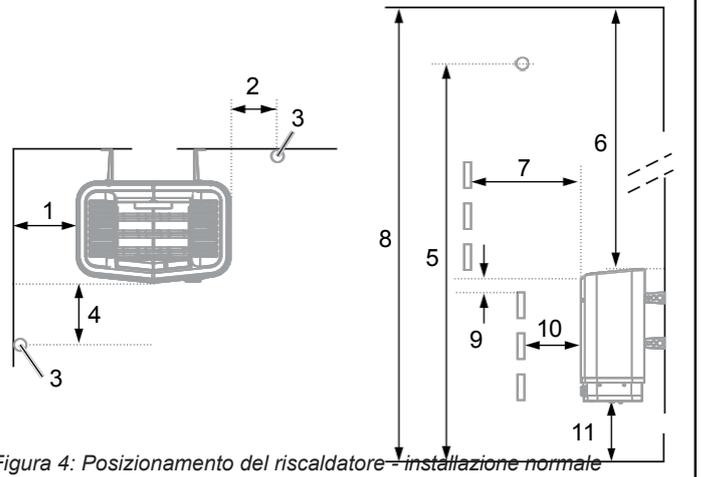
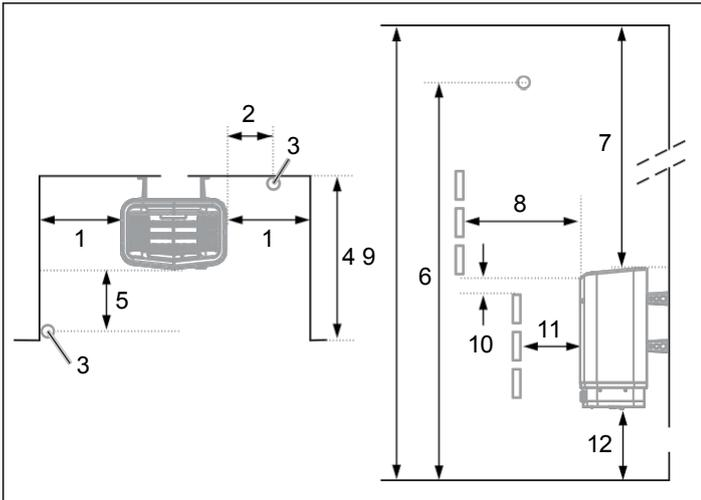

Figura 4: Posizionamento del riscaldatore - installazione normale
Figura 6: Posizionamento del riscaldatore - installazione a incasso
- Pianificare il posizionamento del sensore (vedere Figura 4 e Figura 6).
- sulla stessa parete della porta (o sulla parete laterale se molto vicina alla parete della porta). Il riscaldatore può anche essere collocato in una nicchia (vedere Figura 6).
- Posizionare il riscaldatore a una distanza di sicurezza dal pavimento, dalle pareti laterali e dagli arredi interni (vedere Figura 4).
Posizionare il sensore secondo l'immagine (vedere Figura 4).
1. Posizionare il riscaldatore a una distanza di sicurezza dal pavimento, dalle pareti laterali e dagli arredi interni (vedere Figura 6).
2. Posizionare il sensore secondo l'immagine (vedere Figura 6).